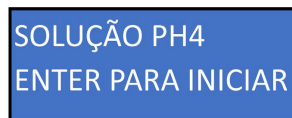

Figura 32
17. Después de 60 segundos, se desplegará una nueva pantalla (figura 32), y para proceder con el nuevo paso de calibración, es necesario que se lave bien el sensor de pH con agua desmineralizada e insertarlo en la solución de calibración de pH 4.0. Pulse el botón “OK” y espere 60 segundos nuevamente.